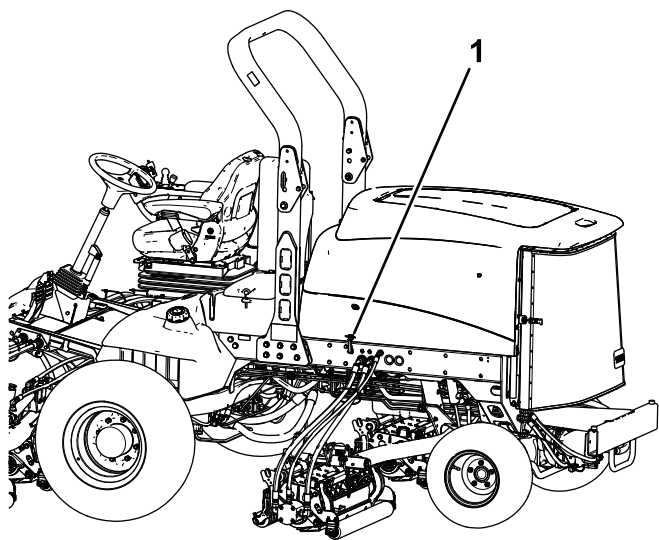

Figura 68
1. Rilasciate i fermi (Figura 68) e il perno del cofano e apritelo.